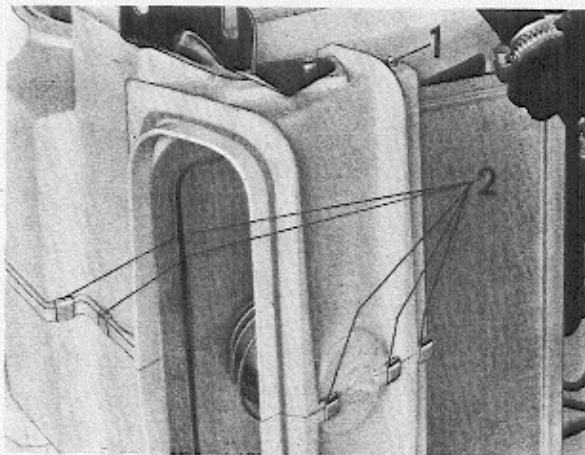

Abb. 8-33 Ausbau des Unterdruck-Steuerbalgs für Frischluftklappe
2. Sicherungen für die Klappenwelle (1, Abb. 8-33) entfernen.
3. Die, dem Lufteinlaß (2) nächstgelegenen Federklammern aufbiegen und entfernen.